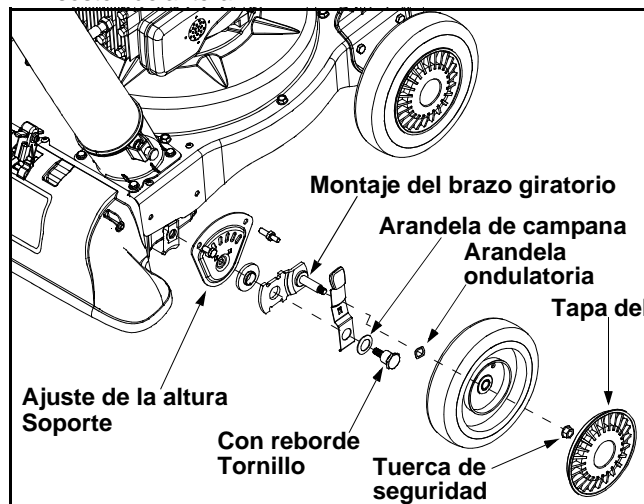

Figura 13
- Saque las tapas de buje delanteras, las tuercas de seguridad, las ruedas delanteras y las arandelas ondulatorias que van unidas a los montajes del brazo giratorio. Ver Figura 13.